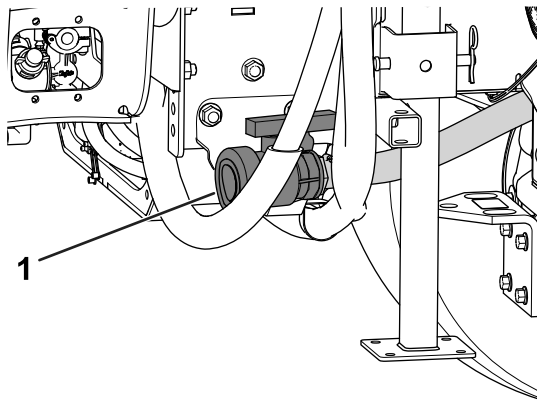

Figura 92
- Localizai supapa de golire a rezervorului de pe partea dreaptă a mainii (Figura 92).